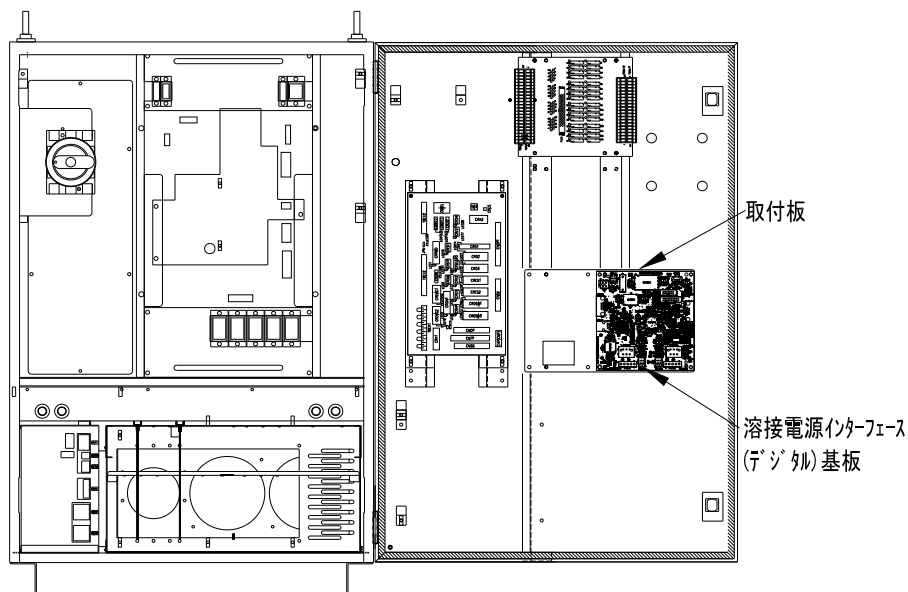

図 2.1.1 溶接電源インターフェース（デジタル）基板の取り付け位置
- 2 ロボット制御装置の図 2.1.1に示す位置へ、溶接電源インターフェース（デジタル）基板を取付板とロックカードスペーサで固定します。